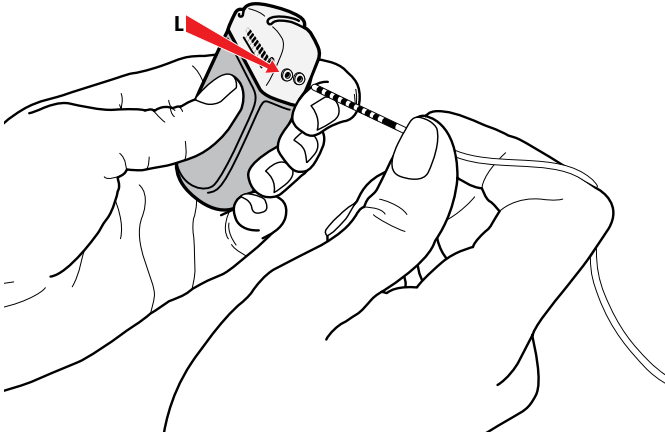

Figure 41. Connexion au port L du GII
1. Connecter la sonde-extension de l'hémisphère gauche au port L (ou C) (Figure 41).